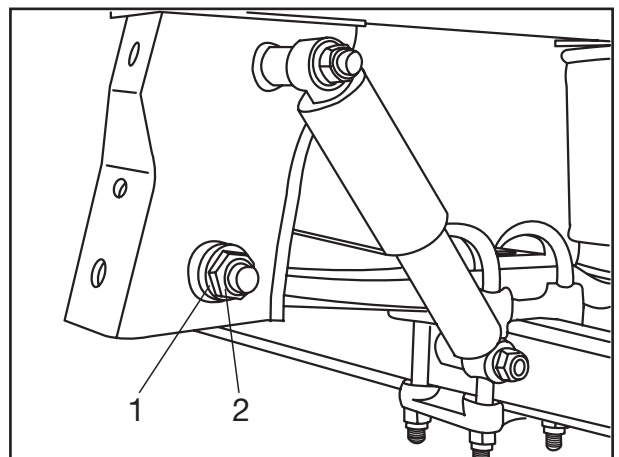

Fig. 14
[22] Scheiben (Fig. 14/1) auf die Federbolzen schieben, neue Sicherungsmuttern (Fig. 14/2) aufschrauben und mit dem vorgeschriebenen Anziehdrehmoment festziehen:
- [22] Push the plate (Fig. 14/1) onto the spring pivot bolt, screw on new locking nuts (Fig. 14/2) and tighten to the specified torque of:
- [22] Placer les rondelles (fig. 14/1) sur les boulons de ressort, visser les nouveaux écrous de sûreté (fig. 14/2 et bien serrer au couple de serrage prescrit :